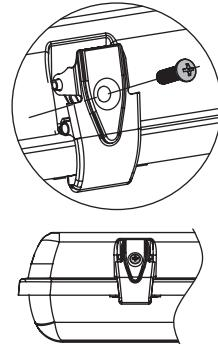

Fig 7.
- Secure clips with anti-tamper screws (supplied) (Fig 7).
- Sécurisez les clips avec les vis anti-effraction incluses (fig. 7).